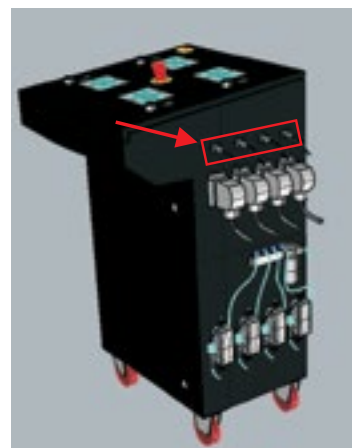

FIG. 1
4. Collegare il dispositivo D-TC alla presa pannello (FIG. 1). La luce verde sull'icona D-TC segnala che il dispositivo è stato collegato (FIG. 5)